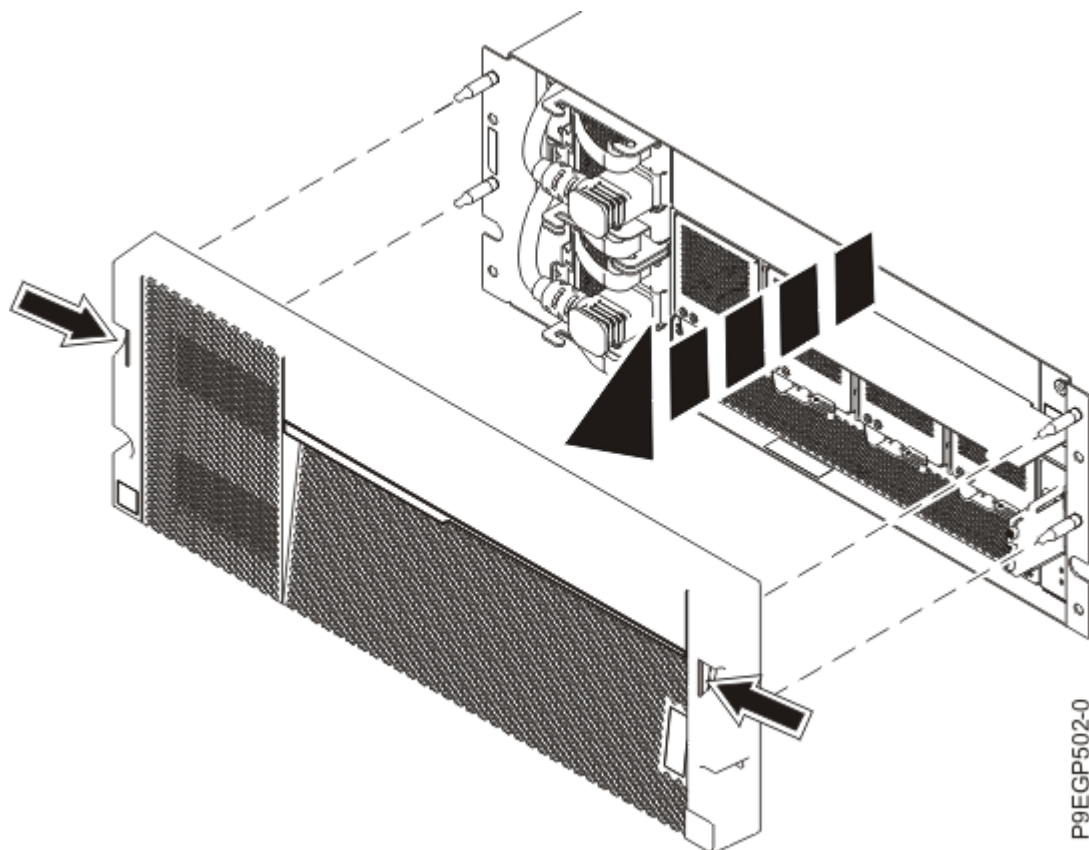

図 8. カバーおよびサービス情報カードの取り外し
- b. ドロワーの両側にある 2 つの青色のタッチ・ポイントを使用して、11 ページの図 8 に示すように、カバーをまっすぐ引き出してドロワーの前面から取り外します。